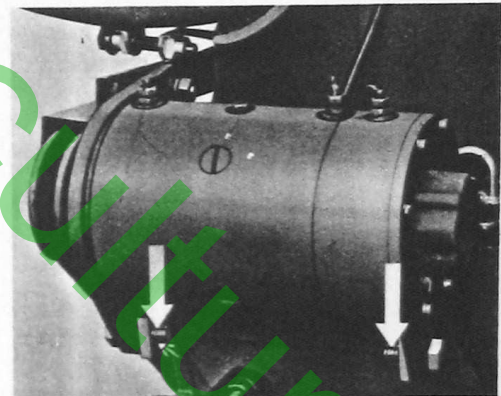

Fig. 2
1. Hauben-Vorderteil am Haubenträger links und rechts abschrauben (Figure 2).
Anmerkung : Bei Maschinen älterer Ausführung, Lichtleitungen an Lampen und Blinkleuchten abklemmen. Hauben-Vorderteil mit Haube am Fahrgestell abschrauben (Fig.2, unten).
1. Unscrew hood front part at hood carrier L.H. and R.H. (Fig.2).
NOTE : In the case of machines of somewhat older design, squeeze off lighting feeders at lamps and flashing trafficator light. Unscrew hood front part with hood at undercarriage (Fig.2, below).
1. Zwei Sechskantschrauben M 10 x 25 (Fig. 2) lösen, eine Sechskantschraube M 8 x 25 am Riemenspanner entfernen und Keilriemen abnehmen.
1. Slacken the two hex. bolts M 10 x 25 (Fig. 2-arrow), remove one hex. bolt M 8 x 25 on belt tensioner and take off V-belt.